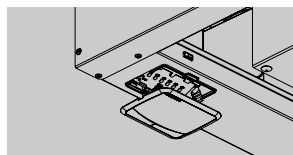

Figura 19
- Usando un destornillador de pala retire la tapa de la luz (Figura 19)